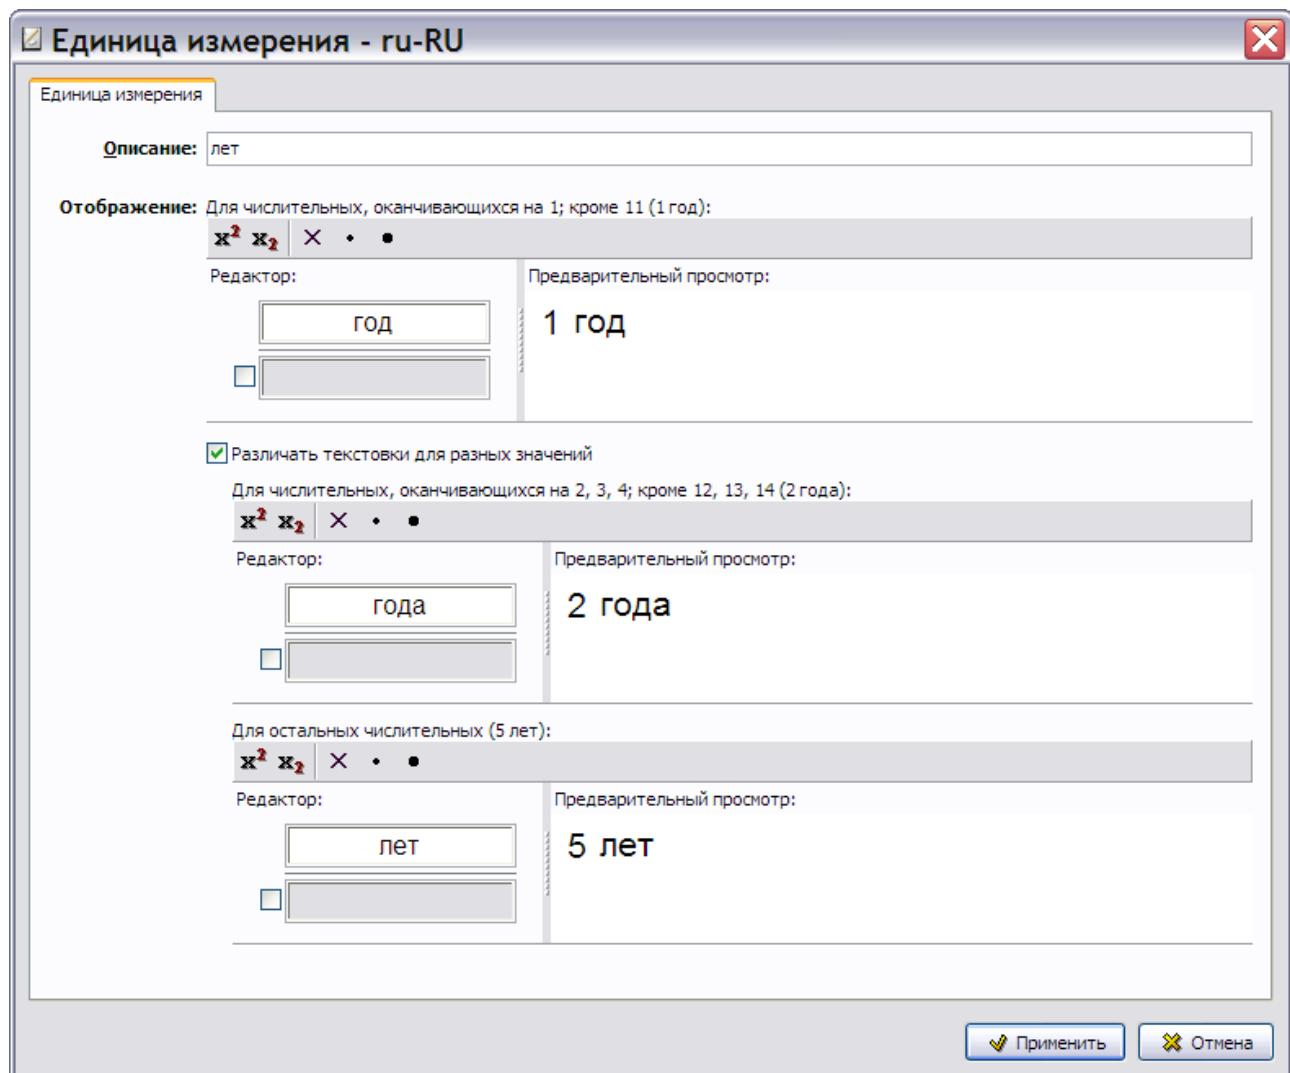

Рис. 3.121
4. Введите отображение единицы измерения для разных числительных (Рис. 3.121).